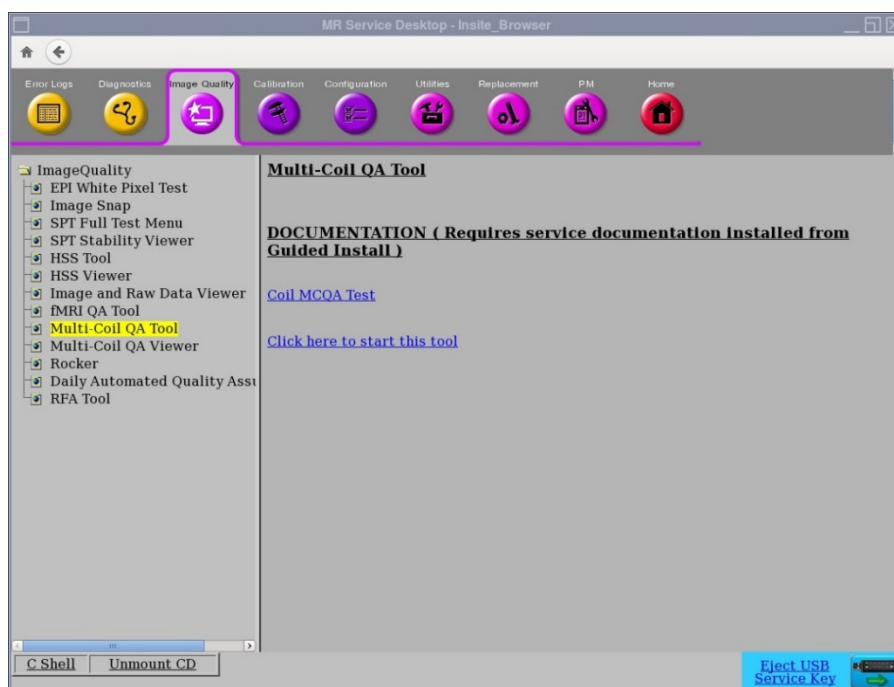

Figura 1
1. Aceda a Common Service Desktop (CSD) -> Service Browser -> [Image Quality] “Multi-Coil QA Tool” -> “Click here to start this tool” (Ambiente de trabalho de assistência técnica comum -> Browser de assistência técnica -> [Qualidade da imagem] “Ferramenta de garantia de qualidade multibobinas” -> Clique aqui para iniciar esta ferramenta), conforme mostrado na Figura 1.